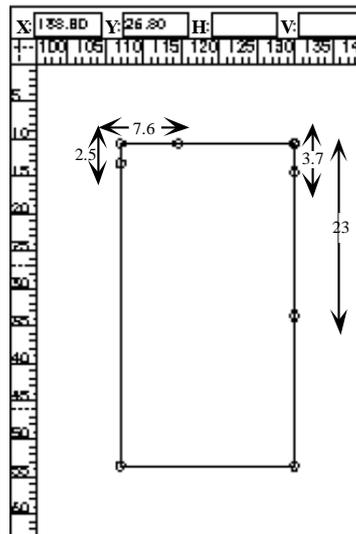

Figura 2-2.
10. Usando la herramienta Punto en combinación con el Snap Distancia agregue puntos al rectángulo como lo indica la figura 2-2.